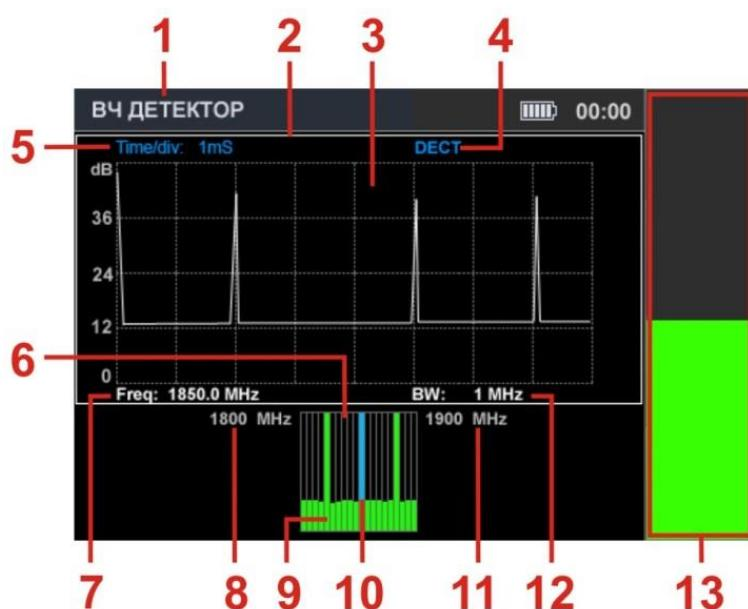

Рис.19
Экран прибора после включения функции представлен на рис.19.
Цифрами на рис.19 обозначено:
- ИНДИКАТОР уровня сигнала (рис.19, п.13);
- ОСЦИЛЛОГРАФ (рис.19, п.3);
- СПЕКТРОАНАЛИЗATOR (рис.19, п.6).
В окне ИНДИКАТОРА (рис.19, п.13) отображается уровень сигнала на частоте маркера (рис.19, п.7) СПЕКТРОАНАЛИЗATORA (рис.19, п.10). В два других окна выводятся осциллограмма (рис.19, п.3) и спектрограмма (рис.19, п.6). Одновременно активно только одно окно, которое выделяется белой рамкой (рис.19, п.2). Переключение между окнами ОСЦИЛЛОГРАФА и СПЕКТРОАНАЛИЗATORA, осуществляется с помощью кнопок и .